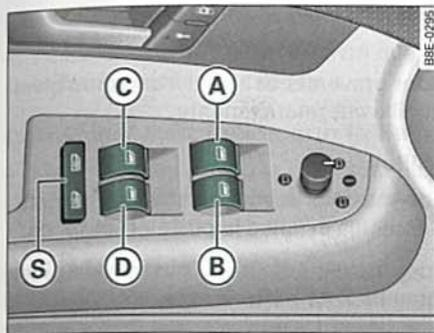

Fig. 57 Detalle de la puerta del conductor: Mandos
- Ⓐ Conmutador ⇒ fig. 57 para la ventanilla de la puerta del conductor
Con el interruptor de seguridad ⇒ fig. 57 (S) es posible desconectar los interruptores de las puertas traseras. Sólo cuando este interruptor está bajado será posible abrir y cerrar las ventanillas desde los asientos traseros.